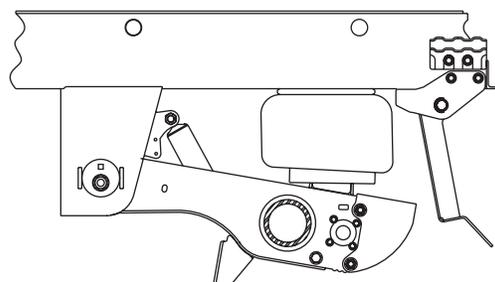

Figura 5: Altura de manejo ajustada muy abajo
Cualquier incremento por encima de la altura de manejo especificada reducirá la efectividad del SURELOK para limitar la caída y avance del remolque. Ver Figura 4. Contrario a esto, cualquier altura de manejo por debajo del valor de la altura de manejo especificada impedirá que los soportes del SURELOK tengan un apropiado enganche. Ver Figura 5.
B. Sí la altura es ajustada por debajo del valor mínimo especificado (Figura 5), los soportes del SURELOK (mostrados en posición retraída) no podrán hacer contacto de forma apropiada en la viga.